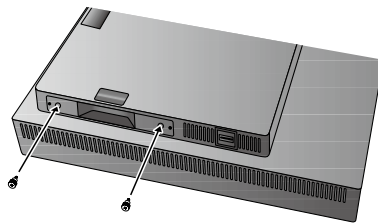

图 G.1
2. 将附带的指形螺丝连接到 DisplayPort 输入卡的孔中 (图 G.1)。